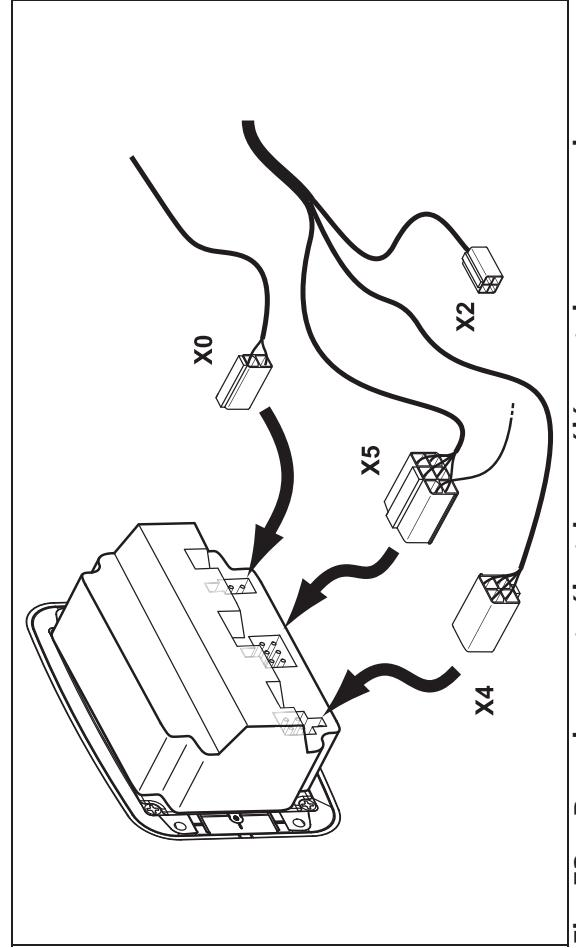

Fig. 53: Branchements électriques élément de commande programmable
- Brancher les fiches X4 (4 pôles) et X5 (6 pôles) du faisceau de câbles extérieur sur l'élément de commande (voir Fig. 53).
- Brancher la fiche X0 (2 pôles) de la sonde de température intérieure sur l'élément de commande (voir Fig. 53).
- ou : brancher la fiche X2 (4 pôles) sur le récepteur Telestart/Thermo Call (voir Fig. 53).